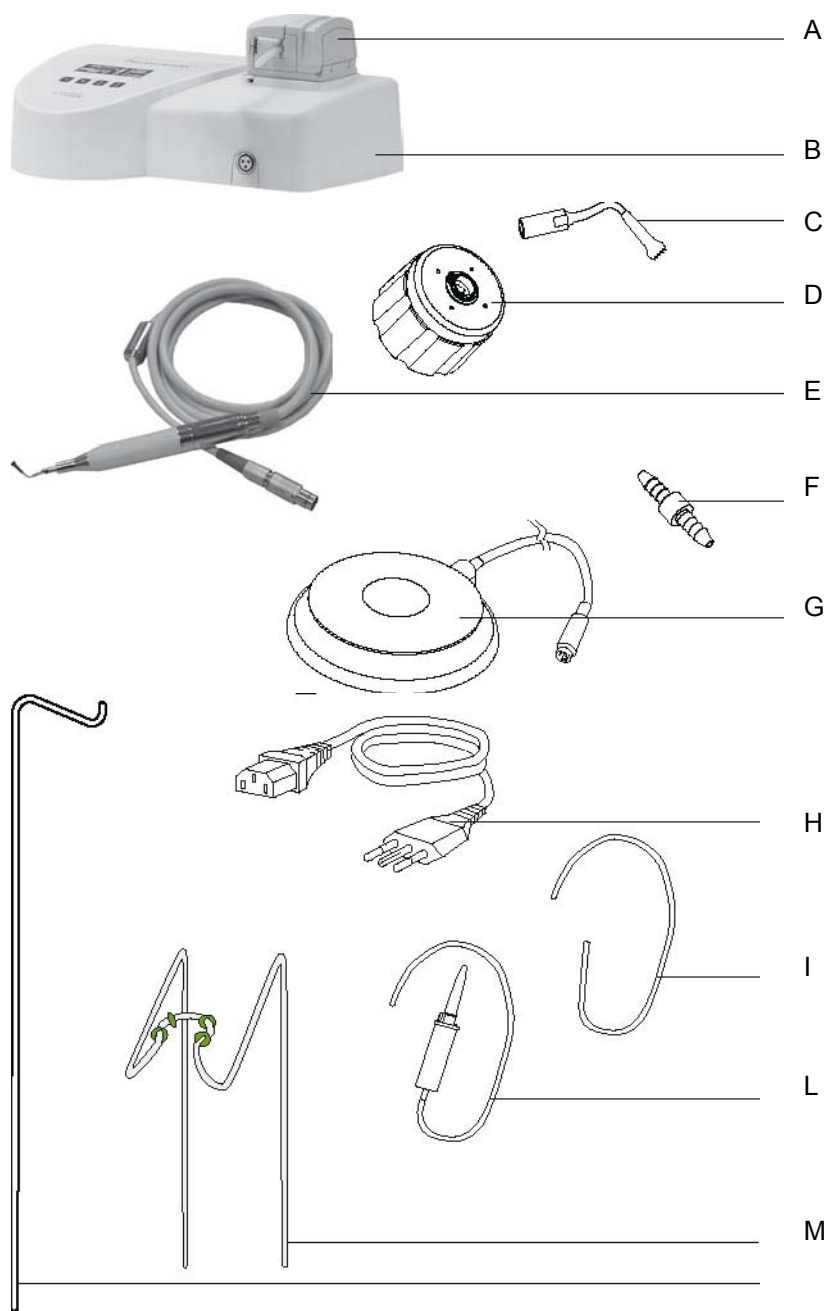

Fig. 3
- 1 Behuizing van het apparaat (Fig. 3 – B).
- 1 Piezosurgery handstuk compleet met kabel (Fig. 3 – E).
- 1 Momentbegrenzende sleutel K5 (Fig. 3 – D).
- 1 Voetschakelaar met snoer en stekker (Fig. 3 – G).
- 1 Koppelstuk voor de kabel en slang van de peristaltische pomp (Fig. 3 – F).
- 2 Infuusbestekken (Fig. 3 – L).
- 1 Voedingskabel (Fig. 3 – H).
- 8 Slangen voor peristaltische pomp van Piezosurgery (Fig. 3 – I).
- 1 Stang voor het ophangen van de zak (Fig. 3 – N).
- 1 Houder voor het Piezosurgery handstuk (Fig. 3 – M).
- 5 Opzetstukken (Fig. 3 – C).
- 2 Piezosurgery handstukken compleet met kabels (Fig. 3 – E).
- 2 Momentbegrenzende sleutels K5 (Fig. 3 – D).
- 2 Koppelstukken voor de kabel en slang van de peristaltische pomp (Fig. 3 – F).
- 10 Opzetstukken (Fig.3 – C).
| G (Fig. 3) | - de voetschakelaar.                                   |